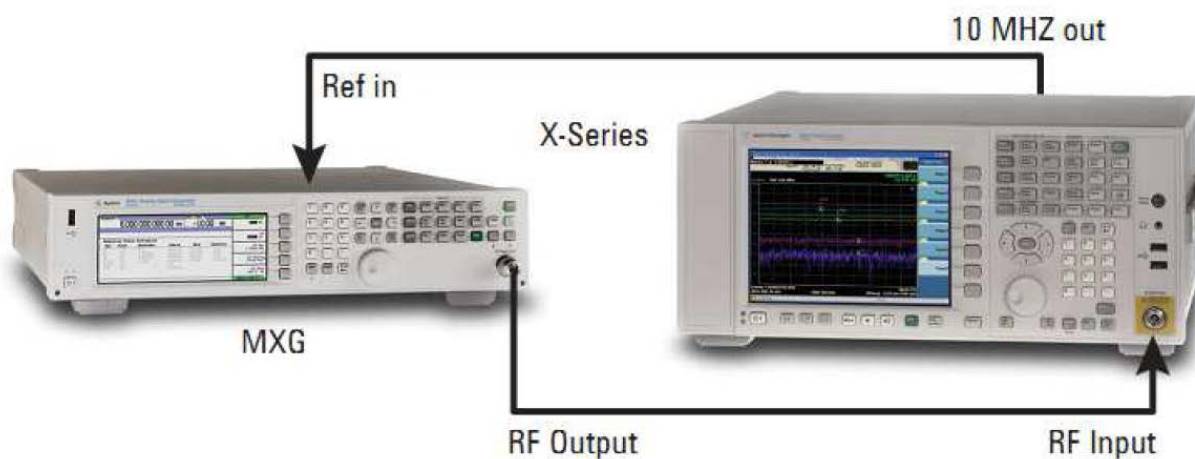

Рисунок 1: Соединение измерительных приборов
1. Подключите анализатор спектра и MXG генератор как показано на схеме ниже (см. рисунок 1),